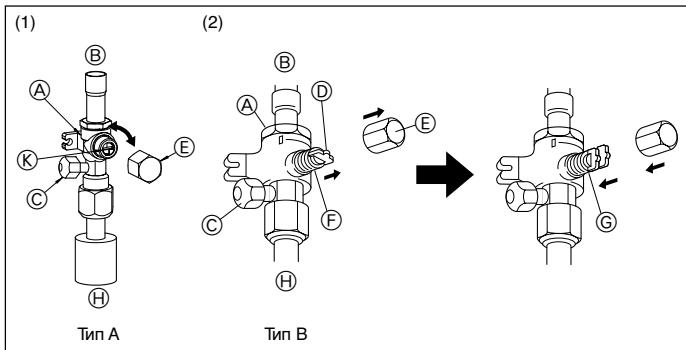
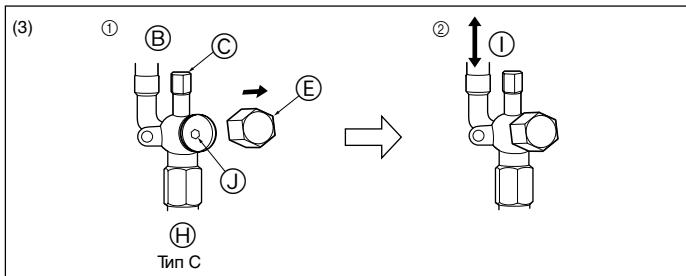

Fig. 4-6
Fig. 4-7
(1) Тип А (Fig. 4-6)
- ① Снимите крышку, затем поверните на четверть оборота против часовой стрелки с помощью отвертки с плоским лезвием для полного открытия.
- ② Убедитесь, что клапаны полностью открыты, затем установите крышку в первоначальное положение и затяните ее.
(2) Тип Б (Fig. 4-6)
- ① Снимите колпачок, потяните ручку на себя и поверните на 1/4 оборота против часовой стрелки для открытия.
- ② Убедитесь в том, что запорный кран полностью открыт, надавите на ручку и поверните колпачок в первоначальное положение.
(3) Тип С (Fig. 4-7)
- ① Снимите колпачок и поверните шток золотника против часовой стрелки до упора, используя для этой цели 4 мм шестиугольный гаечный ключ. Прекратите поворачивать шток в момент, когда тот достигнет стопора.
- ② Убедитесь в том, что запорный кран полностью открыт, и поверните колпачок в первоначальное положение.